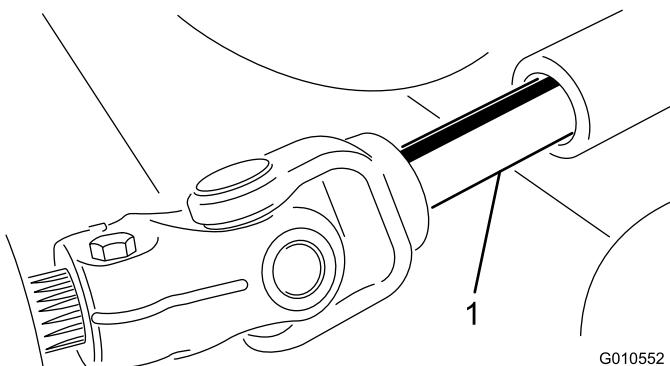

Figura 22
5. Allontanate l'apparato di taglio dal trattorino, separando le sezioni maschio e femmina dell'albero della presa di forza (Figura 22).
- Inserite l'albero della presa di forza maschio nell'albero della presa di forza femmina (Figura 22).